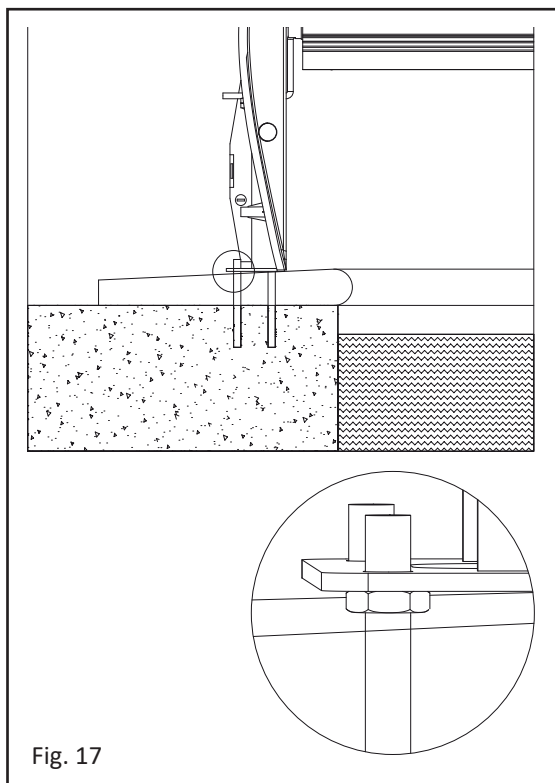

Fig. 17
Dans le cas de margelles qui ne sont pas horizontales, utiliser les écrous plats fournis pour positionner le pied de niveau (voir figure 17).
- 3.8.2 Fig. 17